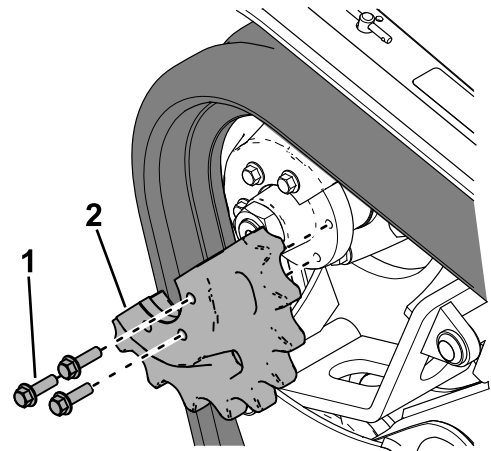

Figura 62
19. Applicate un composto frenafreccia sui bulloni della metà della ruota conduttrice che avete rimosso e montate la metà della ruota conduttrice (Figura 62). Serrate i bulloni a un valore compreso tra 95 e 115 N·m.